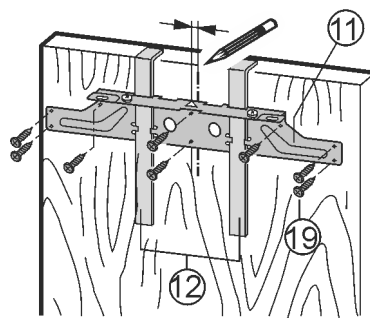

Fig. 22
- Pour une niche de 610 mm (2 ft) de largeur : Aligner la traverse de fixation Fig. 22 (11) sur le milieu de la porte.
- Bourrelet à gauche : Déplacer la traverse de fixation Fig. 22 (11) 6 mm (0.24 in) à gauche.
- Bourrelet à droite : Déplacer la traverse de fixation Fig. 22 (11) 6 mm (0.24 in) à droite.